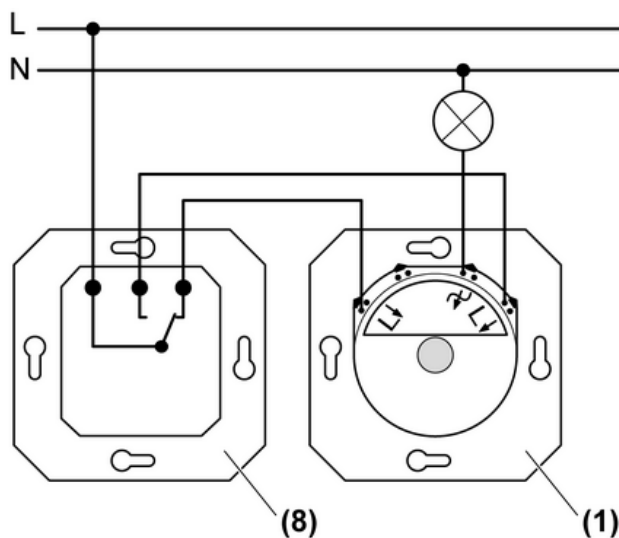

Figura 3: Circuito di commutazione
- (1) Variatore di luce
- (8) Deviatore
- Collegare il variatore di luce e il deviatore come da schema di collegamento (figura 3).